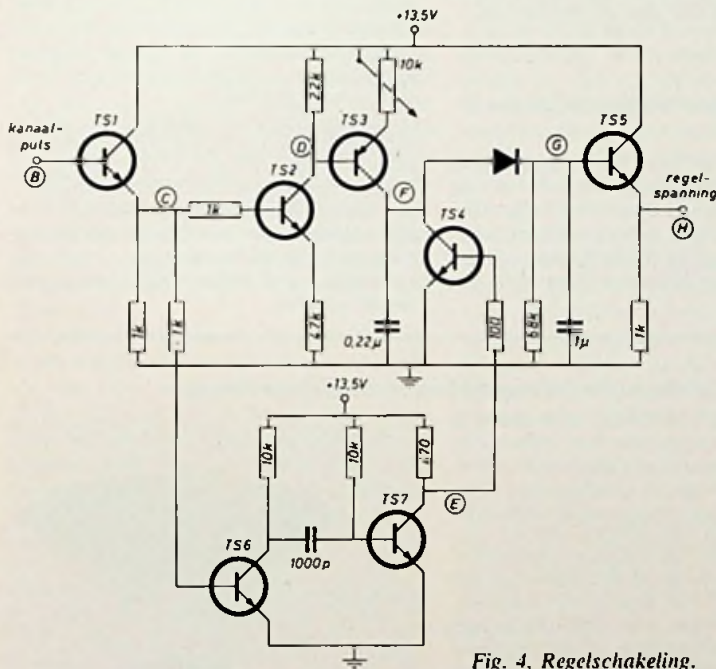

Fig. 4. Regelschakeling.
b) de stand van de potmeter van  $10\text{ k}\Omega$ . Met deze laatste is de verlangde regelspanningamplitude in te stellen (fig. 4).